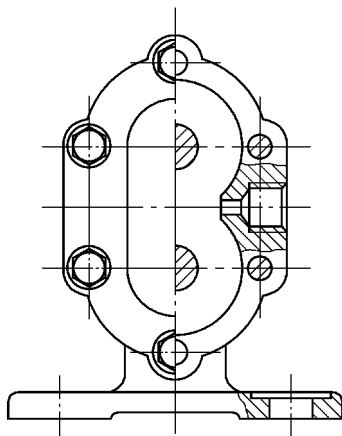

图 12-31 绘制剖面线
8) 填充剖面, 完成左视图的绘制, 如图 12-31 所示。